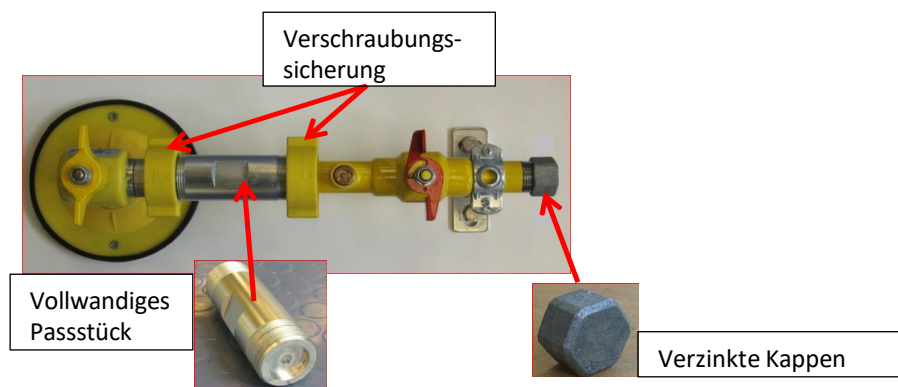

Abbildung 24: Abbild vom Hausanschluss (im Gebäude) mit passivem Manipulationsschutz; Bild-Quelle: TIV G/W Netze BW
- ▶ Es sind sämtliche lösbare Verbindungen bei der Installation nach dem Hausanschluss von der Stuttgart Netze passiv zu sichern, das bedeutet, dass sämtliche Passstücke für die Hausdruckregler, Zähler und sonstige Verschraubungen mit Verschraubungs- oder Flansch Sicherungen abzusichern sind; siehe nachfolgende Abbildung 24.